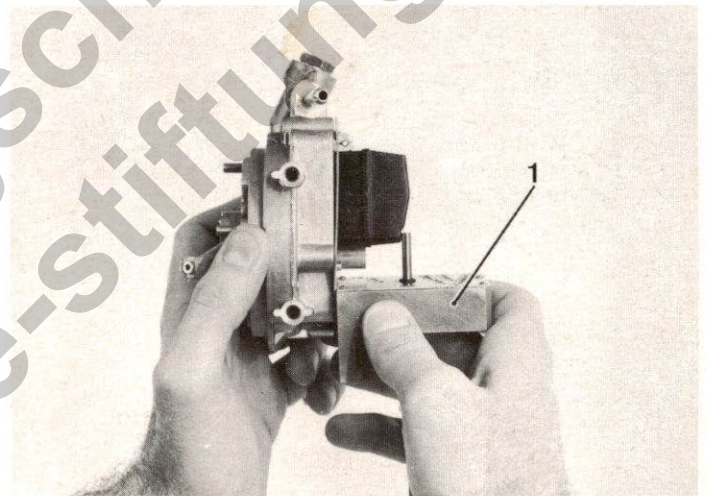
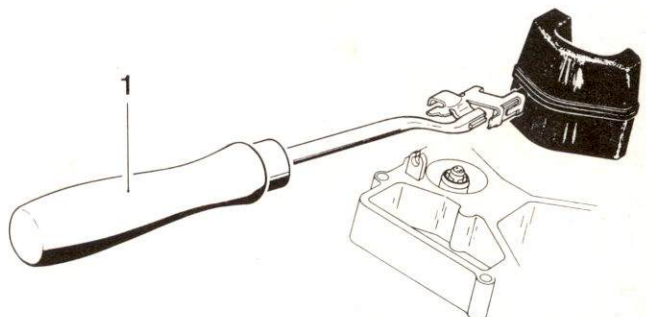

Abb. 32
Abb. 33
- Bei Senkrechthstellung des Deckels, soll der Abstand «A» zwischen Schwimmer und Deckelfläche (mit montierter Dichtung) nach Messung laut (**Abb. 32**) dem Wert, der Einstelltabelle entsprechen. Wird dieser Wert nicht erreicht, so ist mit dem Weber-Werkzeug Best. Nr. 98.0239.50 **ausschliesslich** die Schwimmerzunge nachzustellen, die auf dem Nadelventil aufliegt (**Abb. 33**), ohne dabei den Schwimmer aus dem Deckel zu entfernen.